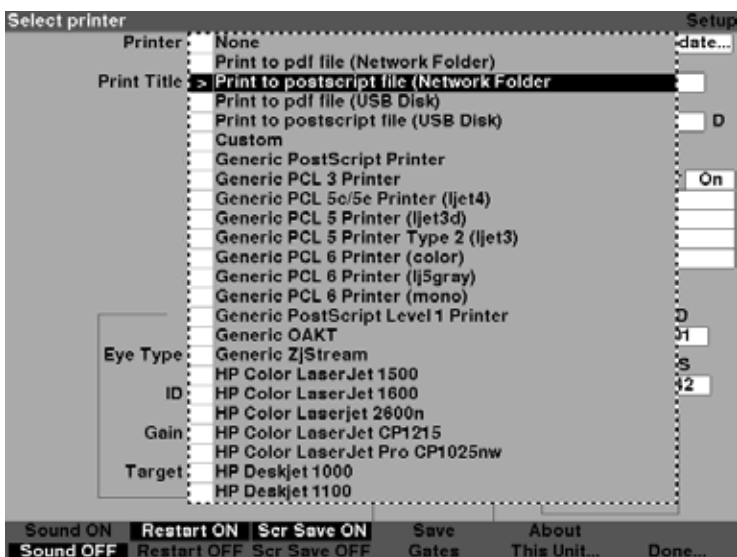

Figura 5-25 Activación del campo Printer (Impresora)
3. Presione el control giratorio o la marca de verificación para activar el campo de la impresora, indicado con un borde punteado, como se muestra en la Figura 5-25.